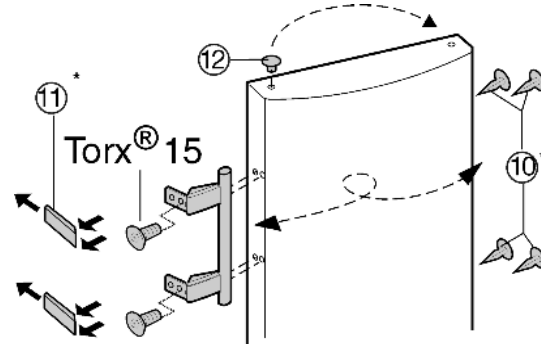

Fig. 7
- ▶ Enlever le bouchon Fig. 7 (12) du coussinet de la porte et le permuter de l'autre côté.
- ▶ Démonter la poignée de porte, le bouchon Fig. 7 (10) et les plaques d'appui Fig. 7 (11) puis les repositionner sur le côté opposé.